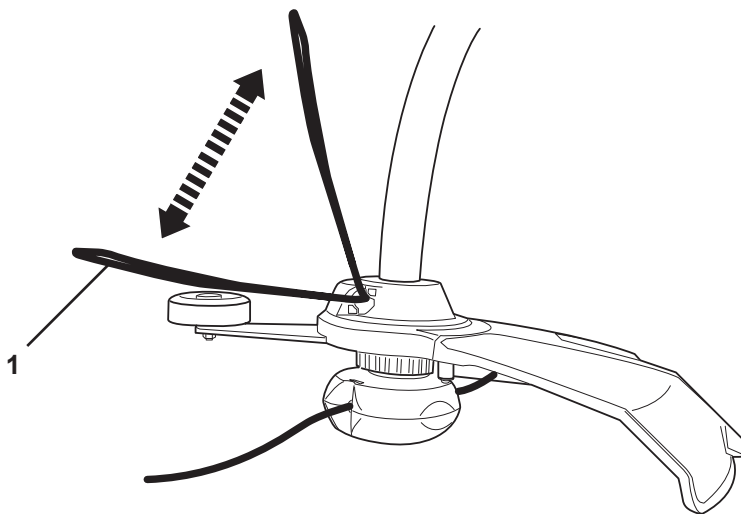

Fig. 17
1. Empuje el protector de plantas hacia abajo (1) a la posición más baja hasta que enganche en su sitio para operaciones de corte/rebordes (Fig. 17).
2. Empuje el protector de plantas hacia arriba (1) a la posición más alta hasta que enganche en su sitio para guardar el producto (Fig. 17).